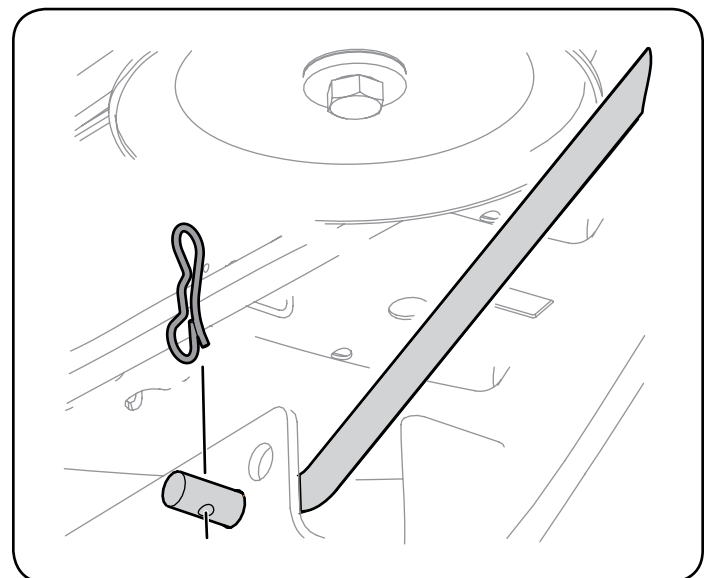

Figura 31
7. Tire del pasador de chaveta hacia afuera de la varilla de elevación delantera de la plataforma que la sujeta a la plataforma. Consulte la Figura 31. Deslice la varilla de elevación de la plataforma fuera del soporte de suspensión frontal.